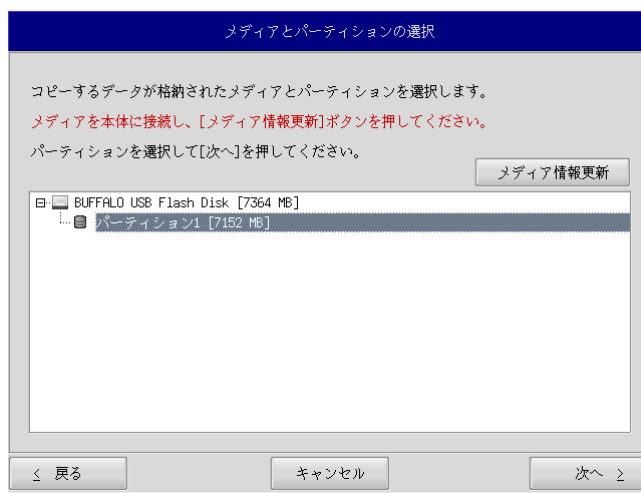

図 5-2-2. メディアとパーティション選択画面
- ⑥ メディアとパーティション選択画面(図 5-2-2)が表示されます。あらかじめ用意しておいたストレージメディアを本体に接続し、[メディア情報更新]ボタンを押してください。ストレージメディアのパーティションを選択し、[次へ]ボタンを押します。